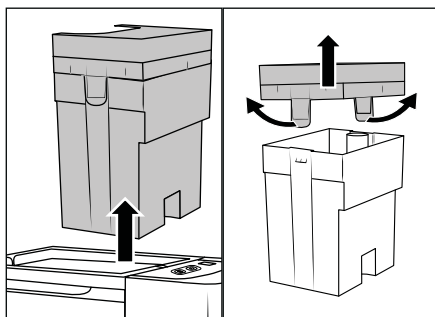

Fig. 7
- ◆ Prindeți rezervorul de apă murdară 7 de mânerul capacului 3 și scoateți-l din aparat în sus (a se vedea fig. 7).
- ◆ Trageți cele două bucle de prindere ușor în afară și scoateți capacul 3 (a se vedea fig. 7).